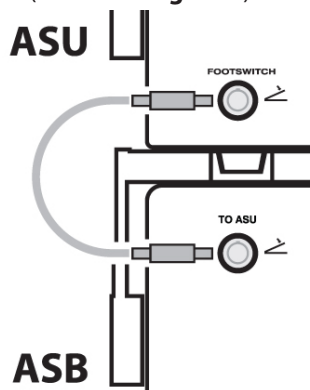

Figura 5: Conectarea cablului de interfață al comutatorului acționat cu piciorul (panourile posterioare ASU/ASB)
4. Conectați cablul de interfață al comutatorului acționat cu piciorul (A001466) între prizele comutatorului acționat cu piciorul (9) de pe panoul (panourile) din spate al(e) dispozitivelor ASU și ASB până când se aude un clic (a se vedea **Figura 5**).